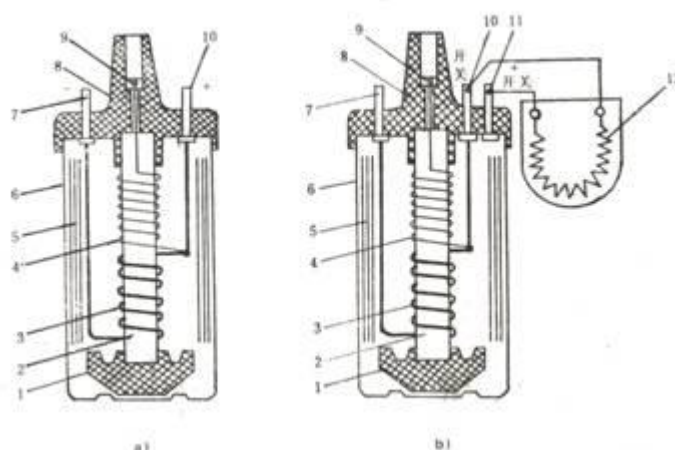

图 3 - 1 开磁路点火线圈
(1) 点火线圈的结构认识 (见图 3 - 1)
(2) 分电器的结构认识 (见图 3 - 2)